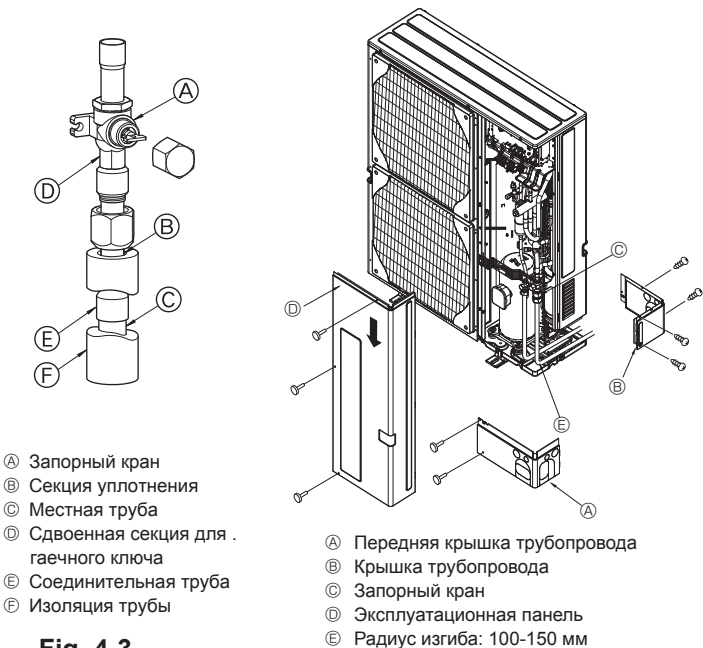
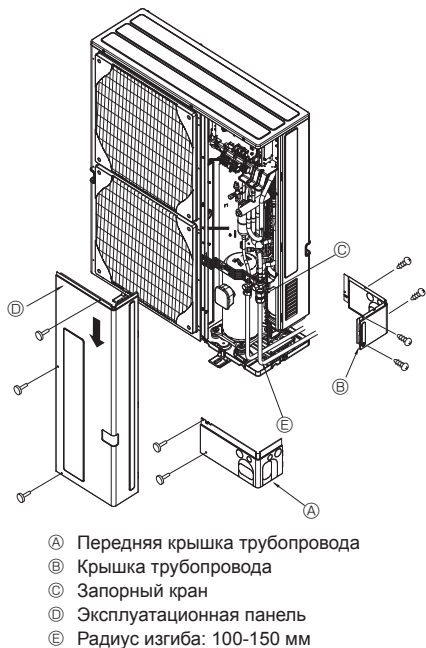

Fig. 4-3
Fig. 4-4
- Для соединения труб со стороны газа необходимо выполнить следующие операции. (Fig. 4-3) (SHW230)
- Припаяйте соединительную трубу (D), предназначенную для присоединения к наружному прибору, используя твердый припой местного производства, и местную трубу (C) из бескислородной меди.
- Присоедините соединительную трубу (C) к запорному крану со стороны газа. Используйте два ключа, чтобы затянуть гайку с фланцем.
4.3. Прокладка труб хладагента (Fig. 4-4)